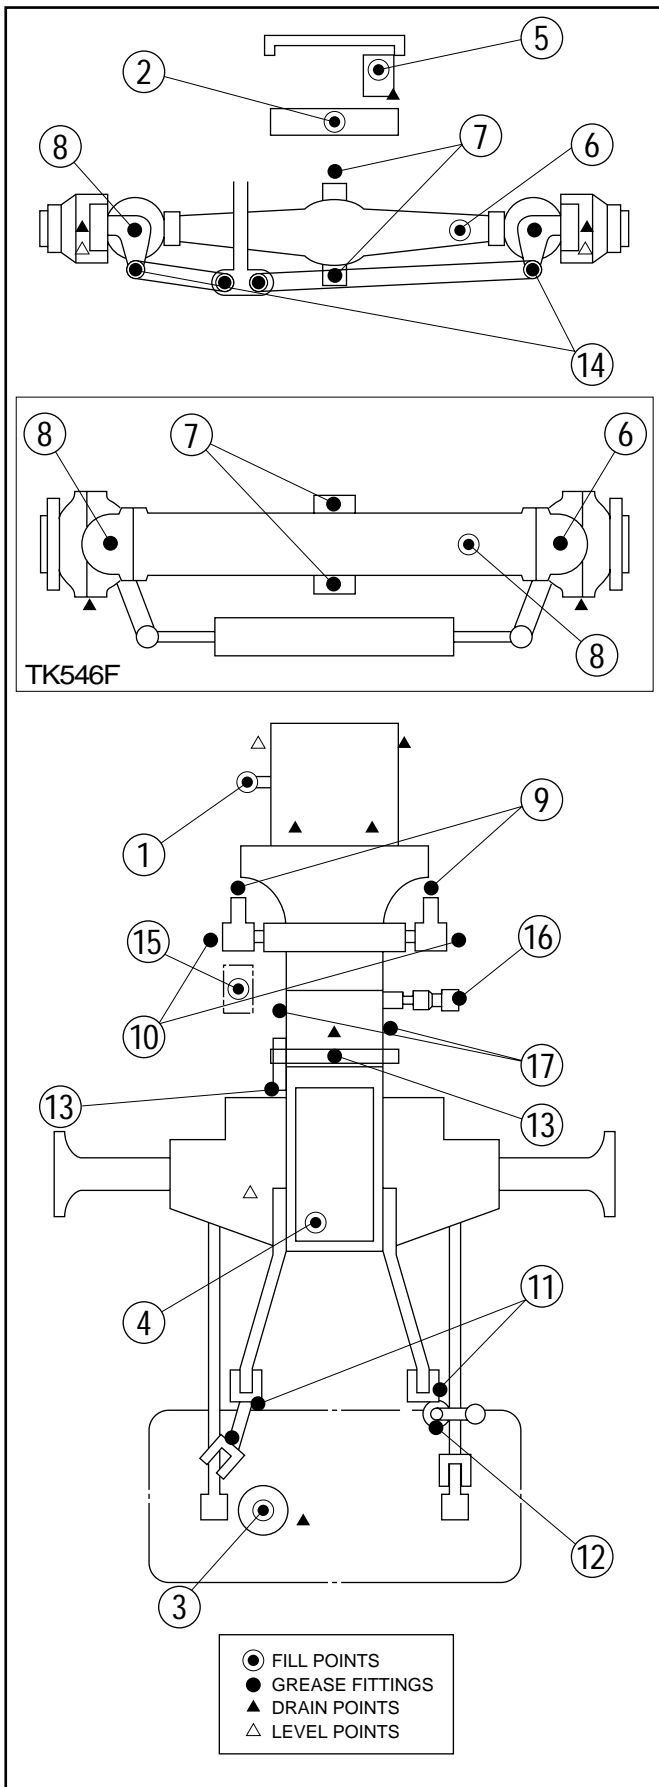

FIG. 93 / ABB. 93 / FIG. 93
Les points de lubrification, de remplissage, de vidange et les graisseurs sont illustrés dans la Fig. 93:
*NOTE: La prise de force ventrale a un point de vidange dans le carter (non illustré dans la Fig.93)*
Lubrifiez tous les points de graissage (cfr Fig. 93) après 50 heures d'utilisation avec de la graisse multi-service à base de lithium. Nettoyez le pistolet ainsi que les graisseurs avant et après le graissage afin d'éviter la pénétration de saletés.
Die Anordnung der Schmier-, Nachfüll- und Ablaßstellen des Traktors ist aus Abb. 93 ersichtlich:
Alle 50 Betriebsstunden ein Mehrzweckfett auf Lithiumseifenbasis in die Schmiernippel (siehe Abb. 93) einfüllen. Vor und nach dem Schmieren die Fettpistole und die Schmiernippel reinigen, um Eindringen von Schmutz zu verhindern.
Algemeen overzicht voor smering en vul- en aftappunten van de tractor (Fig.93):
Smeer alle smeernippels (zie Fig. 93) om de 50 uur met een smeervet voor alle doeleinden op basis van lithium. Maak de handvetspuit en de nippels voor en na elke smeerbeurt schoon om verontreiniging te voorkomen.